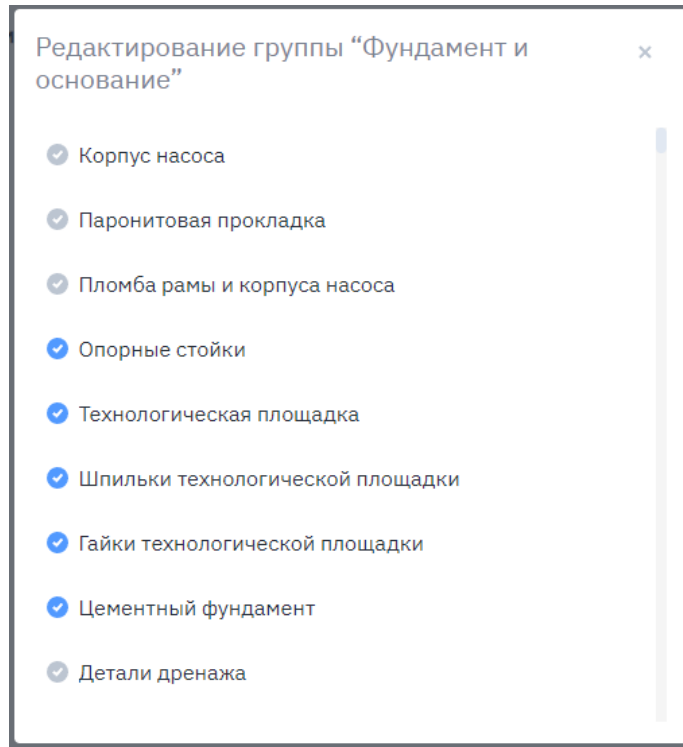

Рисунок 28. Редактирование состава входящих в состав узла (группы) деталей
- редактировать состав узла (☰), см. рис. 28;